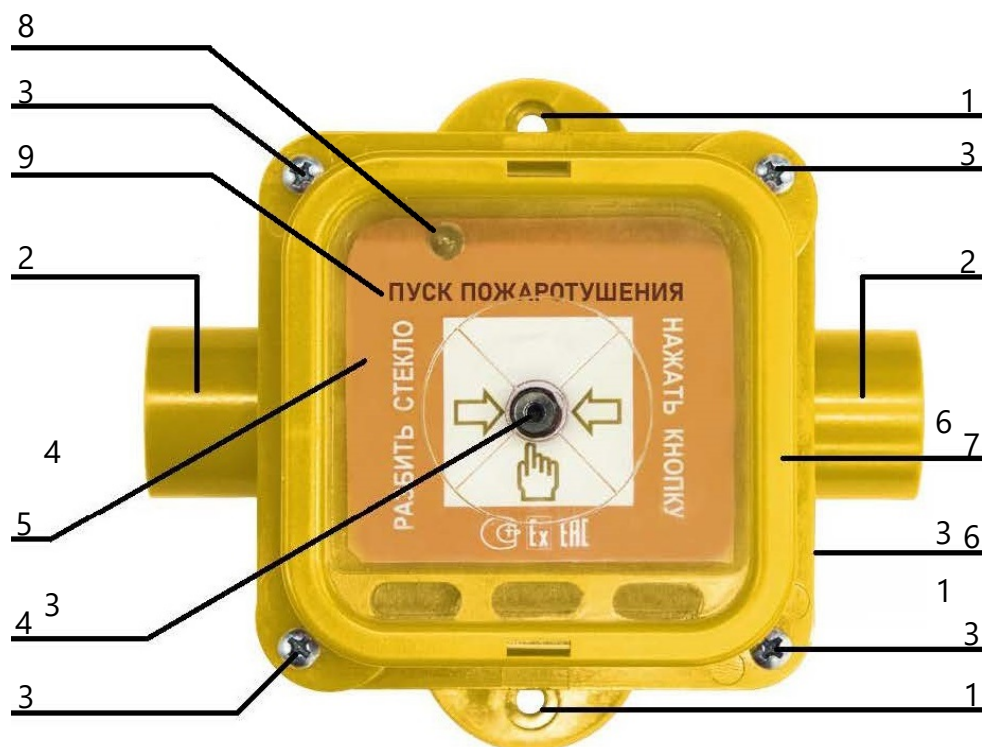

Рисунок 1. Внешний вид устройства.
9.6.6. Закрепить устройство по месту, используя крепежные отверстия (см. Рисунок 1, стр. 8)